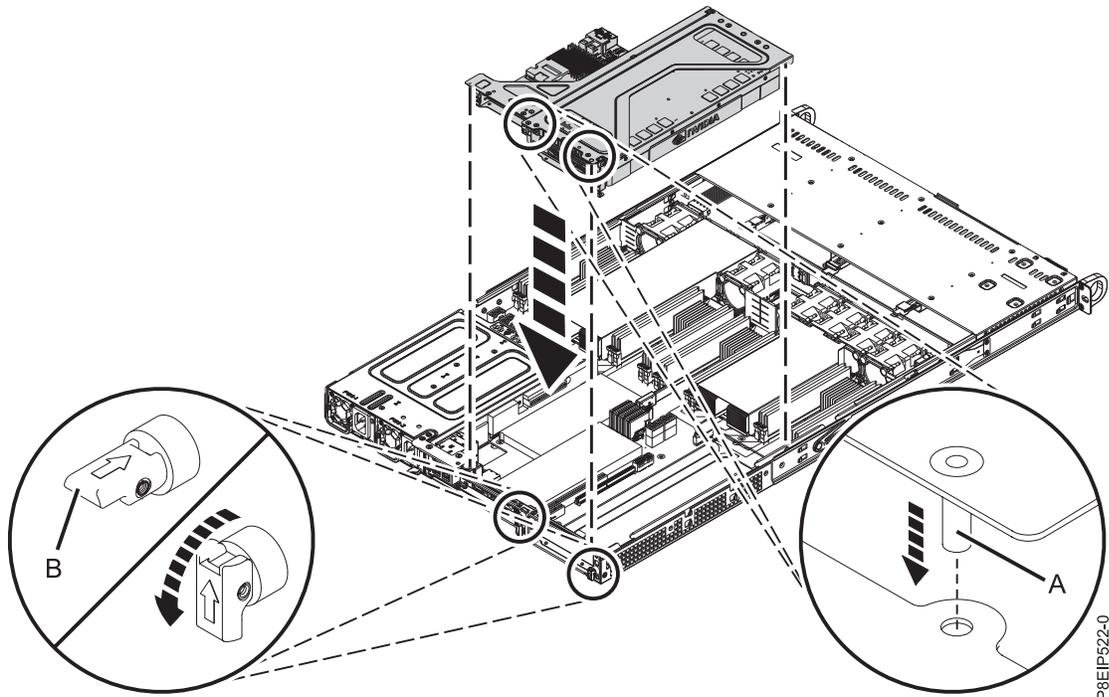

Figura 45. Substituindo o riser PCIe
- d. Coloque o riser do adaptador PCIe e as placas que ele contém no painel traseiro do sistema conforme mostrado na Figura 45 na página 41.
- 1) Assegure-se de que os pinos de liberação do suporte do PCIe (B) sejam retraídos, para que as setas apontem para o sistema.
- 2) Use os pinos de alinhamento (A) e os slots para ajudar a inserir adequadamente as placas riser e substituir a tampa